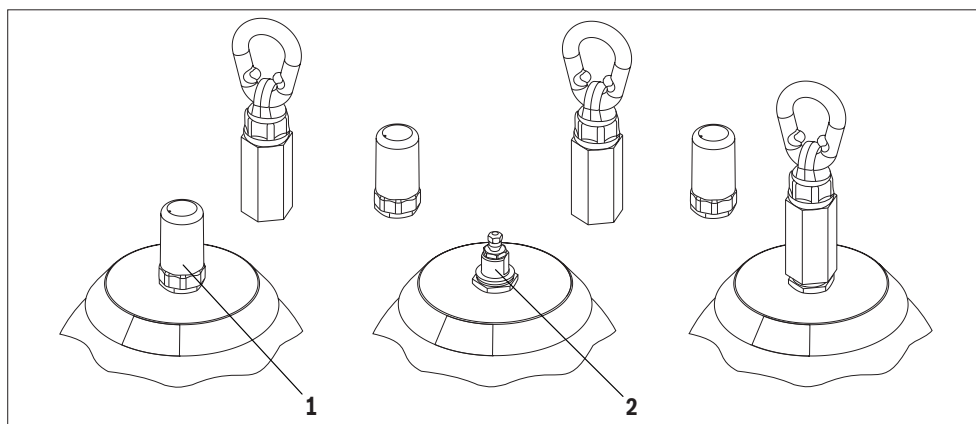

Fig. 6: Colocación con un dispositivo elevador
1. Enrosque un dispositivo elevador en la rosca 7/8" 14 UNF-1A, véase la pos. 2 en Fig. 6. Para ello retire la tapa cobertora de la válvula de gas, véase la pos. 1 en Fig. 6.